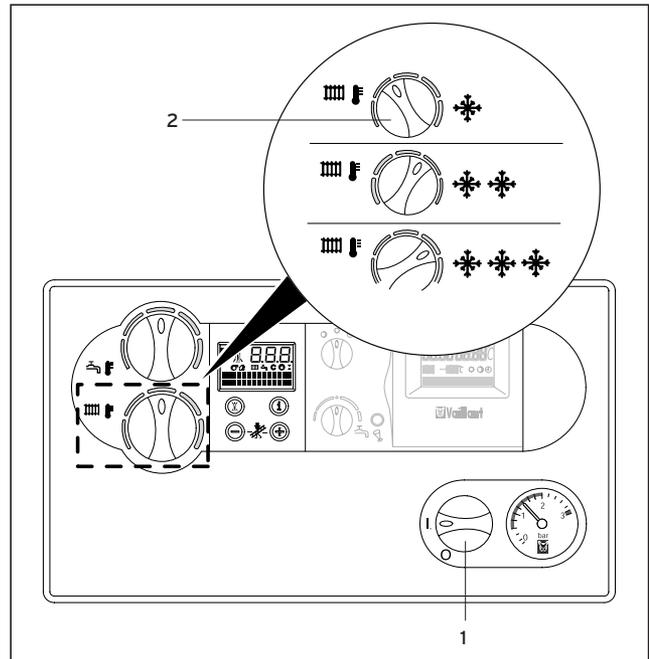

Abb. 3.12 Vorlauftemperatur einstellen
3.5.1 Vorlauftemperatur einstellen (Abb. 3.12)